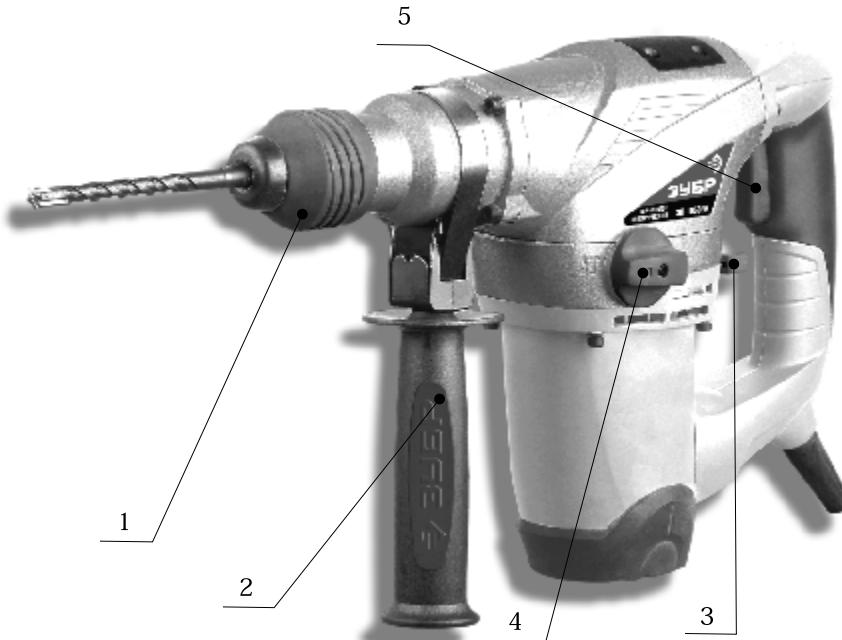

Рис. 1 - общий вид перфоратора
4.1. Общий вид дрели электрической представлен на рис. 1